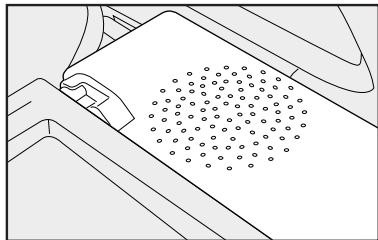

fig. 77
- alojamiento para los altoparlantes traseros por debajo de las repisas laterales de soporte de la repisa posterior **fig. 77.**
- altoparlante en la repisa trasera **fig. 77;**